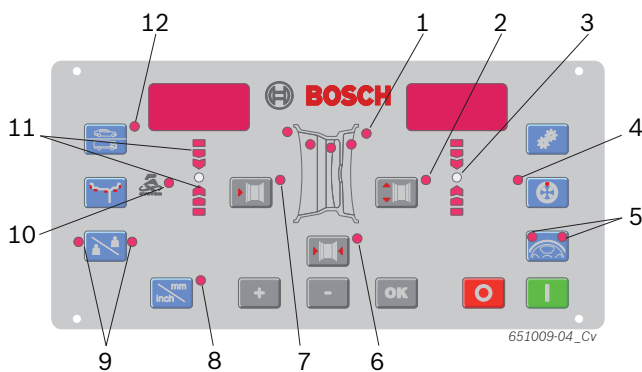

Fig. 4: LEDs auf Bedienfeld/Anzeigefeld
- ➔ Über die LEDs (Fig. 4, Pos. 1) werden die Positionen der Auswuchtebenen für jedes Auswuchtprogramm angezeigt.
ii Bei einem gewählten PAX-Auswuchtprogramm leuchtet zusätzlich die LED Pax (Fig. 4, Pos. 10).
2. Ermittelten Felgenabstand über <-> oder <+> Taste für Felgenabstand (Fig. 4, Pos. 7) wählen.
4. Ermittelte Felgenbreite über <-> oder <+> Taste für Felgenbreite (Fig. 4, Pos. 6) wählen.
6. Ermittelten Felgendurchmesser über <-> oder <+> Taste für Felgendurchmesser (Fig. 4, Pos. 2) wählen.
- ⇒ Beide LEDs der <SPLIT>-Taste (Fig. 4, Pos. 5) leuchten.